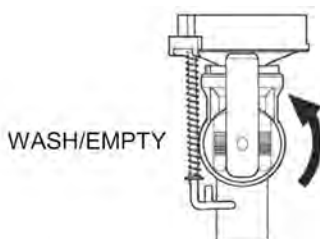

Рисунок 4.7 – Перевод клапана в положение WASH/EMPTY
5. Для удаления остатков молока из резервуара переведите клапан в положение WASH/EMPTY (рис. 4.7).